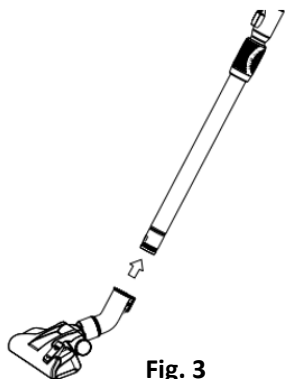

Fig. 3
3. **Abb.3: Die Verbindung zwischen dem Rohr und dem Bürstenwerkzeug:**